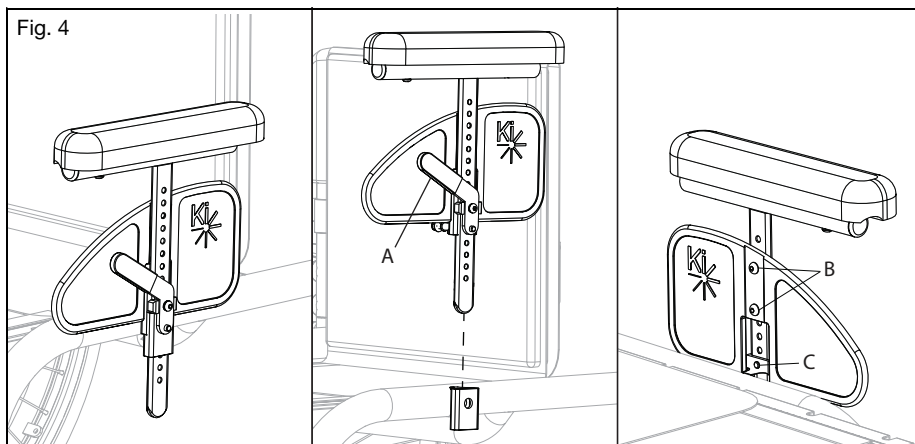

Fig. 4
- a. Skyv armlenestangen inn i motstykket som er montert på siderammen. Kontroller at stifen i spaken tar tak i motstykket (fig. 4).
- a. Skyv spaken (fig. 4:A) inn mot sideskjoldet for å løsne stifen fra motstykket.
- b. Fjern de to 6 mm skruene fra sideskjoldene (fig. 4:B).
- c. Fjern skruen (fig. 4:C) fra klesbeskytterens stopp gjennom klesbeskytteren, men ikke trekk den helt ut. Skruen kan sitte i spakmekanismen. Gjenta på motsatt arm.
- d. Sett mekanismen for stangstopp og hendel på klesbeskytteren tilbake til ønsket stilling. Stram skruen på nytt (fig. 4:C) og gjenta på motsatt side.
- e. Plasser klesbeskytteren i ønsket stilling og sett inn de to 6 mm skruene på nytt (fig. 4:B) slik at klesbeskytteren festes på plass. Stram de to 6 mm skruene og gjenta på motsatt side.
- f. Sett armlenene inn i motstykkene (fig. 4).